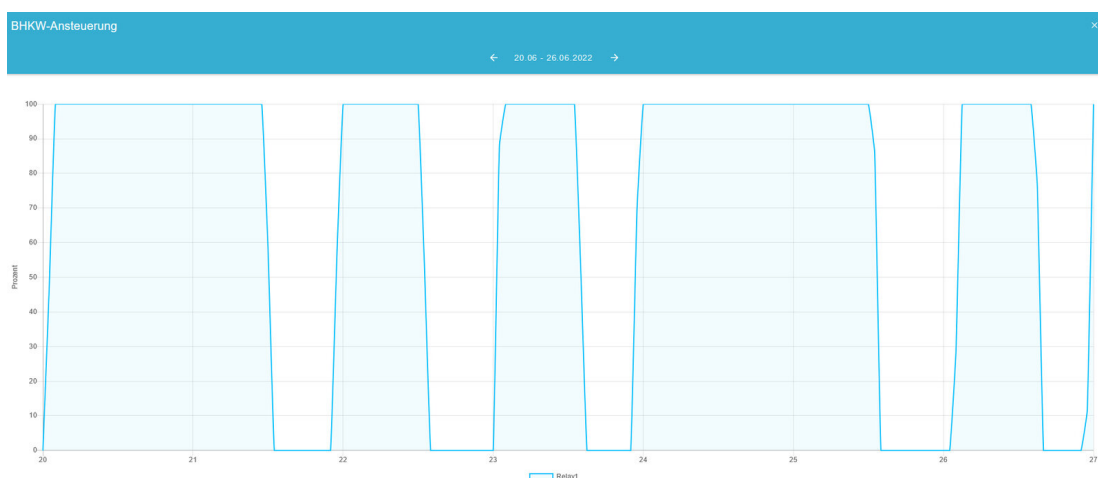

Abbildung 23. Widget — Historische Ansicht 2
- Abbildung 23. Widget — Historische Ansicht 2